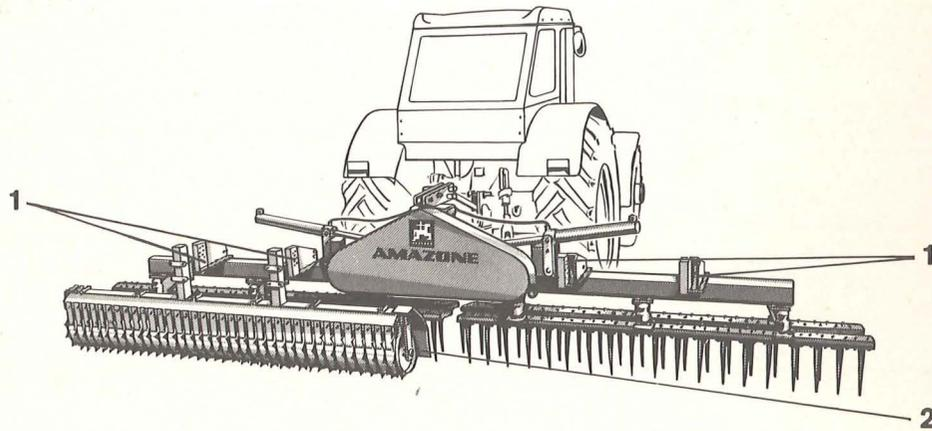
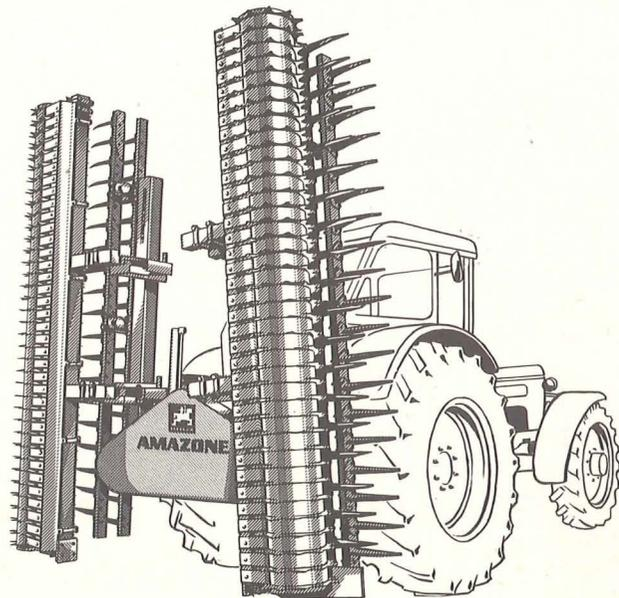

Fig. 11
Fig. 12
1. Die in zwei Maschinenhälften geteilte Großflächenrüttelegge RE 50 und RE 60 (Fig. 11 und 12) mit 5 m und 6 m Arbeitsbreite besteht aus einem stabilen Mittelrahmen, mit dem beide Maschinenhälften gelenkig verbunden sind. Jede Maschinenhälfte ist mit einem Ölbadgetriebe ausgerüstet und wird durch einen zentralen Keilriementrieb angetrieben. Die schwenkbare Gelenkanordnung beider Maschinenhälften um die Antriebswelle beider Ölbadgetriebe macht einen Betrieb der Großflächenrüttelegge in jeder Stellung der beiden Maschinenhälften möglich. Durch diese Konstruktion wird erreicht, daß sich die Großflächenrüttelegge trotz ihrer großen Arbeitsbreite den Bodenunebenheiten anpaßt und sich hydraulisch auf eine Transportbreite von 2,6 m einschwenken läßt (Fig. 12).
3. Die AMAZONE-Großflächenrüttelegge ist selbstverständlich auch in Kombination mit der AMAZONE-Packerwalze einzusetzen, die neben der Packerwirkung und der Krümelwirkung eine exakte Tiefensteuerung der Großflächenrüttelegge garantiert. Die Packerwalze ist wie die Großflächenrüttelegge ebenfalls geteilt angeordnet, d. h. je eine Packerwalze mit 2,5 m bzw. 3 m Breite wird an jede Maschinenhälfte der Großflächenrüttelegge montiert. Die Tiefensteuerung erfolgt in bekannter Weise mit Hilfe von Absteckbolzen (Fig. 11/1) (Vgl. auch Absatz D, Punkt 2). Zwischen beiden Packerwalzen ist in der Mitte ein Mittenstreicher (Fig. 11/2) angeordnet, der den möglichen kleinen Erdwall beseitigt.